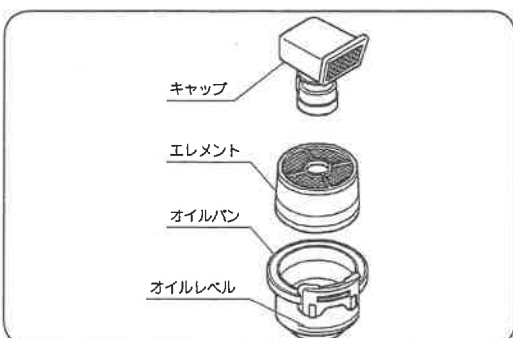

図25
■7-5 エアークリーナー掃除 (図25)
- ① エレメントを取外し、白灯油で洗い、エレメントの白灯油をよく振り切って取付けてください。
- ② オイルパンはよく洗浄し、新しいエンジンオイル（SE級以上）をレベルまで入れてください。